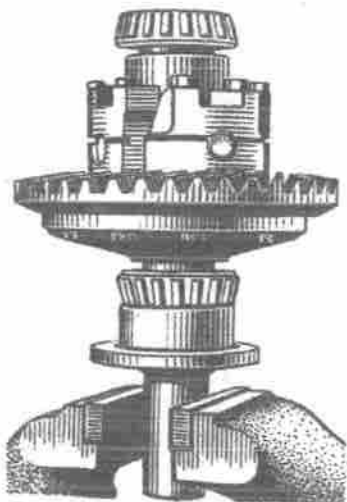

Bild 159. Vorläufiges Aufpressen der inneren Laufringe der Ausgleichgetriebeleger
1. Innenringe der Ausgleichgetriebeleger auf Zapfen des zusammengebauten Ausgleichgetriebes derart aufpressen, daß zwischen den Stirnflächen des Ausgleichkorbs und Stirnflächen der Lagerinnenringe ein Luftspalt von 3,5...4,0 mm entsteht (Bild 159).